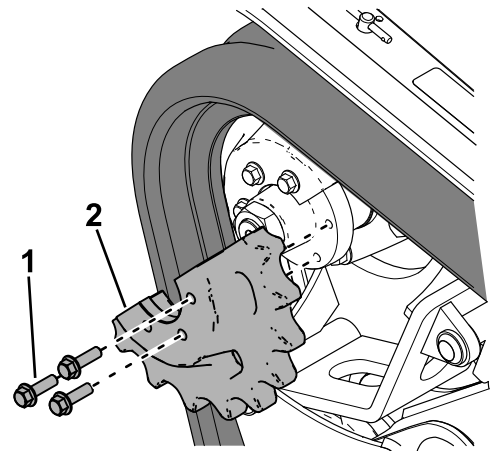

Figura 62
19. Applicare un composto frenafreccette sui bulloni della metà della ruota conduttrice che avete rimosso e montate la metà della ruota conduttrice (Figura 62). Serrate i bulloni a un valore compreso tra 95 e 115 N·m.